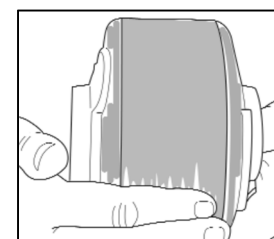
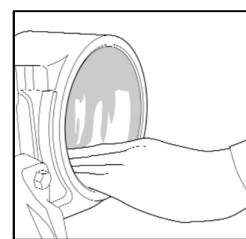
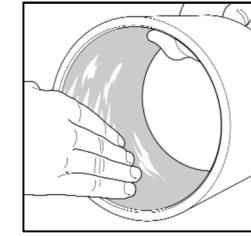

Fig. 14
Fig. 15
Fig. 16
1. Applicare la soluzione in gel P-80 su tutte le superfici e i bordi della boccola come mostrato in figura (Fig. 14). Applicare la soluzione anche sull'imbuto "D" (Fig.15) e il tubo esterno del braccio longitudinale (Fig. 16).